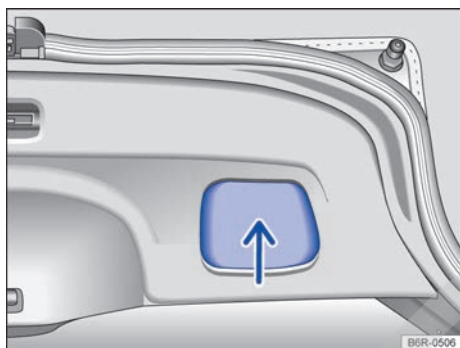

Fig. 29 Tapa trasera abierta: tirador para cerrar.
- Sostener el tirador en el revestimiento interno de la tapa trasera → fig. 29 (flecha).